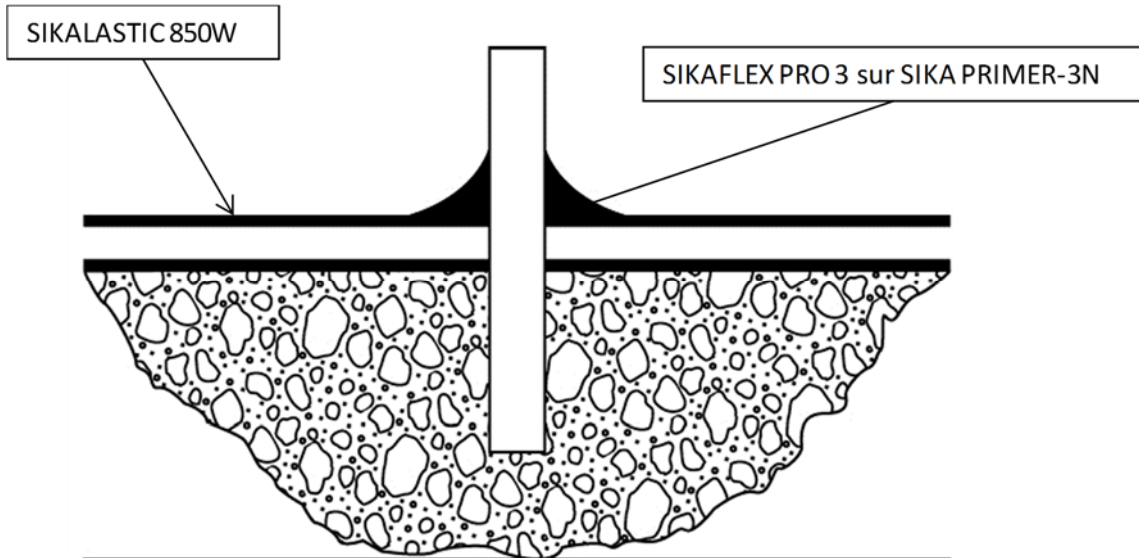

Figure 12 – Scellement existant
4.57 Scellements (figures 12 et 13)